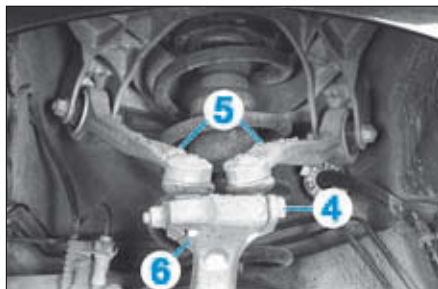

FIG. 4
- Déposer la vis (4) de fixation des bras supérieurs (5) sur le pivot (6) (Fig.4).